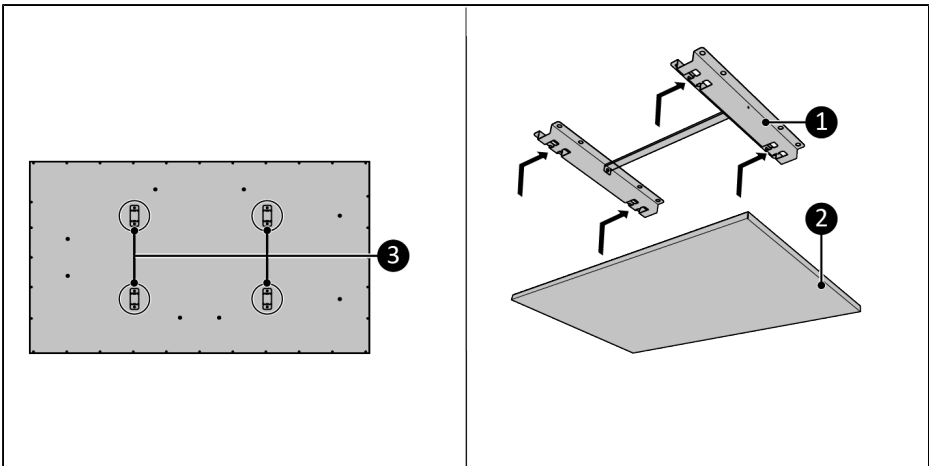

Abbildung 67.
8. Platzieren Sie die Gerätehalterungen (Abbildung 67, Pos. 3) über der Deckenhalterung (Abbildung 67, Pos. 1).
9. Schieben Sie das Gerät (Abbildung 67, Pos. 2) in die Öffnungen der Deckenhalterung (Abbildung 67, Pos. 1).